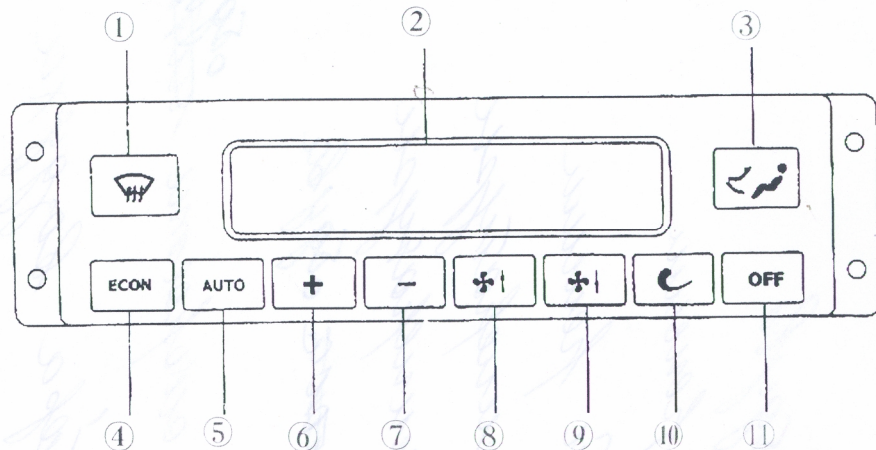

Рис. 9
16. Установка кондиционирования воздуха (рис.9).